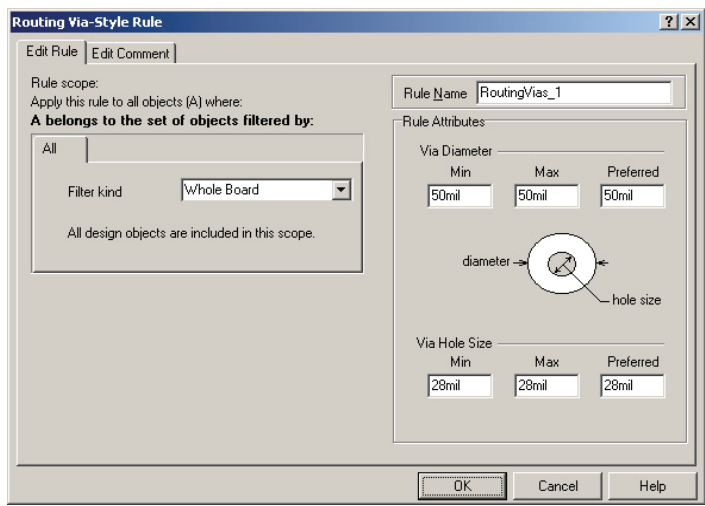

图 6-68 “Routing Via-Style Rule” 对话框
6) Routing Via Style: 该选项用来设置自动布线过程中使用的过孔的样式。双击“Routing Via Style”选项，系统将会弹出如图 6-68 所示的“Routing Via-Style Rule”对话框。用户也可以将光标移动到“Routing Via Style”处右击，然后从弹出的快捷菜单中选择“Properties”选项，也可进入“Routing Via-Style Rule（过孔的类型）”对话框。